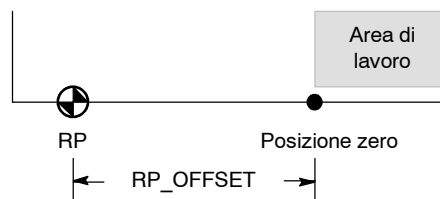

Figura 9-15 Rapporto tra l'RP e la posizione zero
- L'Assistente di controllo posizionamento mette a disposizione delle opzioni avanzate che consentono di specificare l'offset del punto di riferimento (RP_OFFSET), ovvero la sua distanza dalla posizione zero (vedere la figura 9-15).